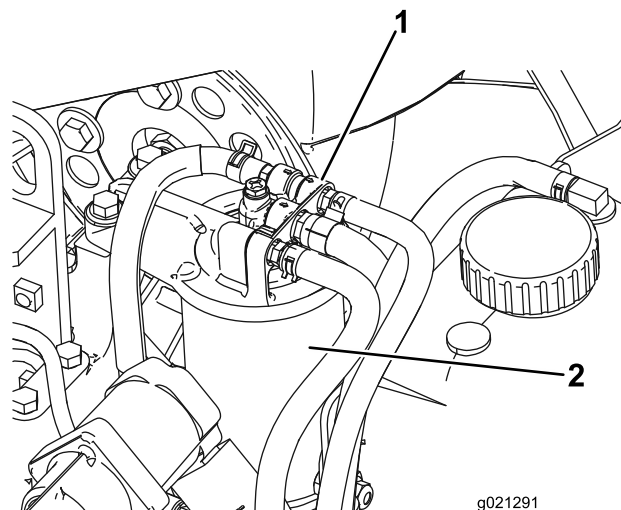

図 59
1. 燃料フィルタのヘッドの周囲をきれいに拭く 図 59。
2. フィルタを外してフィルタヘッドの取り付け部をきれいに拭く 図 59。